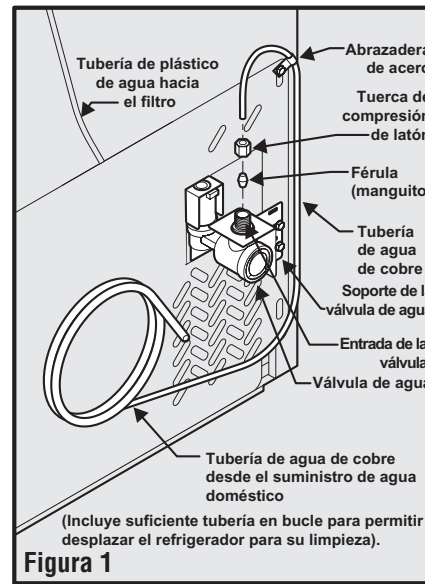
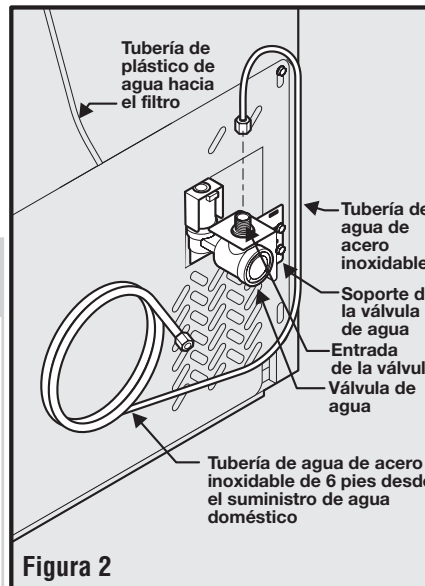

Figura 1
Figura 2
- Si usa tuberías de cobre: deslice la tuerca de compresión de latón y luego la férula (manguito) en la tubería de suministro de agua. Empuje la tubería de suministro de agua hacia dentro de la entrada de la válvula de agua lo más posible (1/4 de pulgada). Deslice la férula (manguito) en la entrada de la válvula y apriete manualmente la tuerca de compresión en la válvula. Apriete otra media vuelta con una llave; NO apriete en exceso. Vea la Figura 1. Si usa tuberías de acero inoxidable: la tuerca y la férula ya están armadas en la tubería. Deslice la tuerca de compresión hacia dentro de la entrada de la válvula y apriete manualmente la tuerca de compresión sobre la válvula. Apriete otra media vuelta con una llave; NO apriete en exceso. Vea la Figura 2.